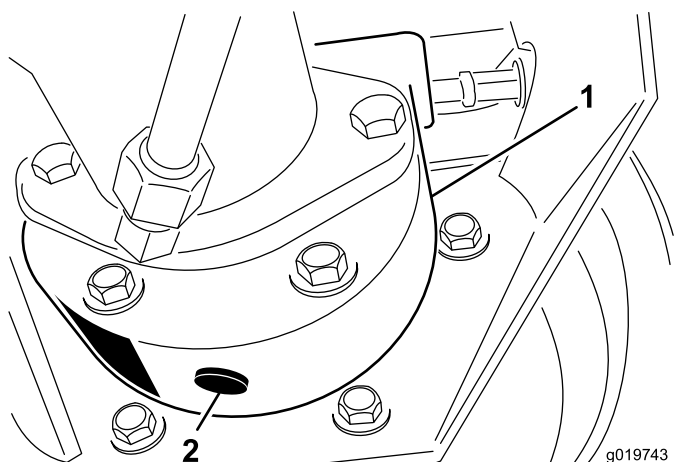

図 67
3. ブレーキハウジングの下に容器を置き、プラグを外してオイルを抜く 図 67。